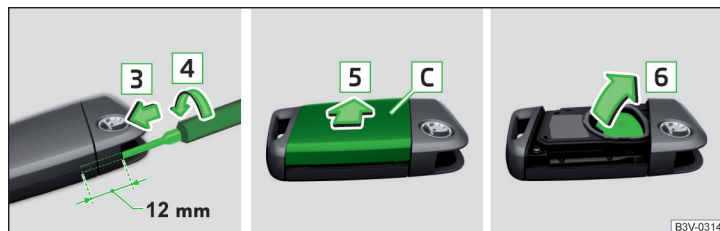

Fig. 345 Reemplazar pila
- Introducir un destornillador plano y delgado (3 mm de ancho) aprox. 12 mm la apertura creada en el sentido de la flecha [3] » fig. 345.